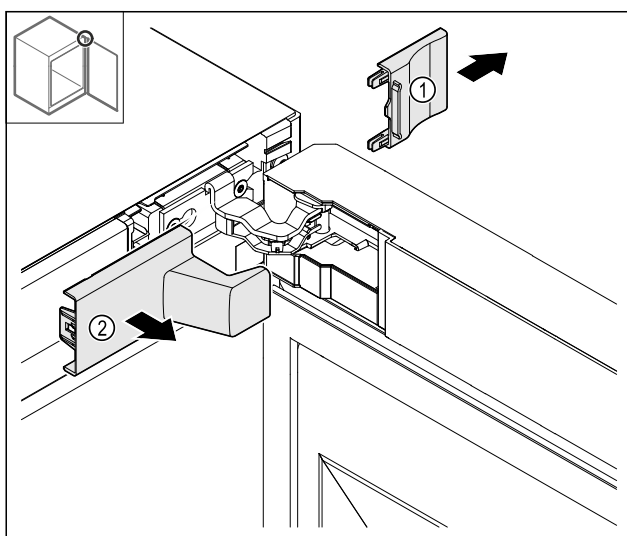

Fig. 8
- Privzdignite pokrov Fig. 8 (1) in ga nato odstranite Fig. 8 (2).